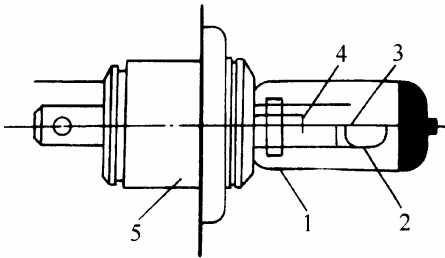

图 9-79 双灯丝的前照灯灯泡
1) 前照灯灯泡。富康轿车的前照灯采用 H4 卤钨灯泡（图 9-79），这种卤钨灯泡通过卤钨再生循环反应，可避免灯丝蒸发的钨沉积在灯泡上而使灯泡发黑；灯泡的泡壳是用耐高温且机械强度较高的石英玻璃制成，可以充入较多的惰性气体，且其工作温度高，因此，灯泡在工作时其气压高，可更有效地抑制钨的蒸发，提高发光效率，且其耐久性也好。